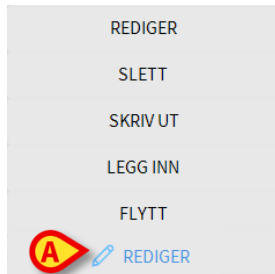

Fig. 112
Det åpnes en meny med ulike valg (Fig. 112).
Flytt-knappen (Fig. 112 **A**) gjør det mulig å registrere overflyttingen av en valgt pasient til en annen seng og/eller en annen lokasjon.
Det åpnes en nedtrekksmeny med ulike valg (Fig. 112).
- Klikk på **Flytt**-knappen (Fig. 112 **A**).